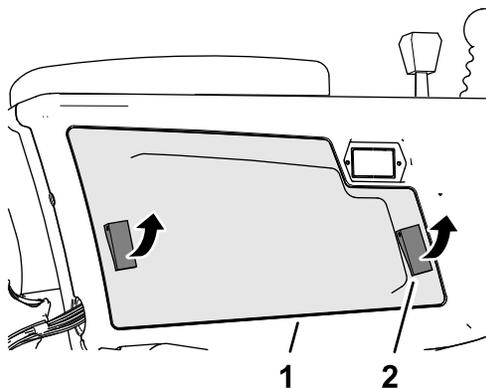

图 96
2. 打开将控制臂盖子固定到控制臂的 2 个门锁然后拆下盖子 图 96。